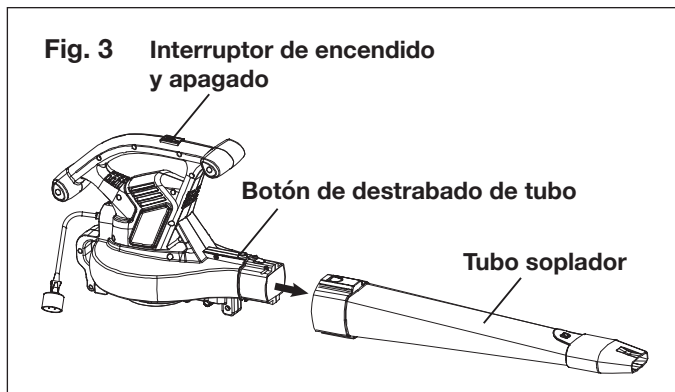

Fig. 3 Interruptor de encendido y apagado
5. Presione el botón de destrabado de tubo y retire el tubo soplador (Fig. 3).